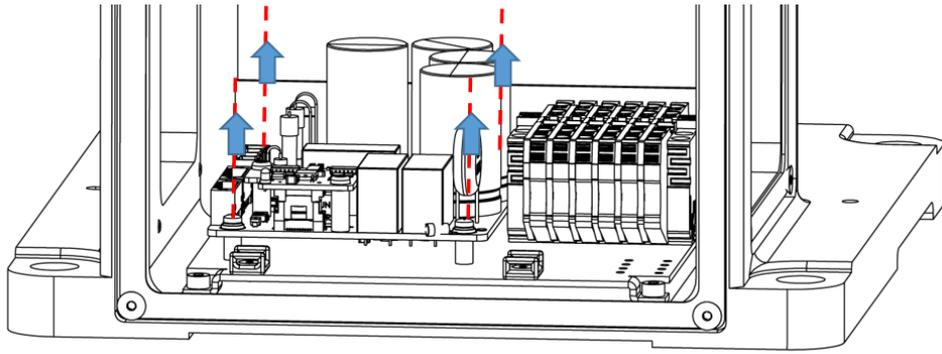

图 5-18 QBUS 模块拆卸示意图
**步骤4** 使用十字螺丝刀拆卸 QBUS 模块上的十字螺钉，如图 5-18 所示。